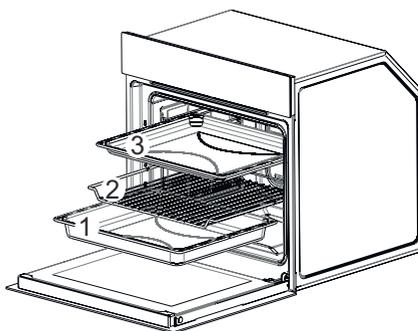

Fig. 23
- Togliere le teglie e la griglia (1-2-3 / Fig. 23).